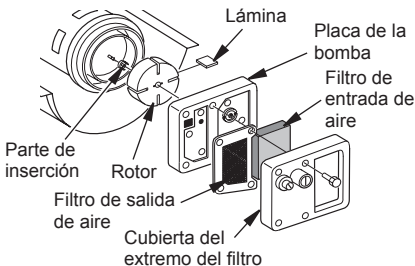

Figura 23 - Ubicación del rotor
3. Quite los tornillos de la cubierta del extremo del filtro utilizando un destornillador para tuercas de 5/16 de pulgada (consulte la figura 23).
7. Desmonte el rotor, la parte de inserción y las láminas (consulte la figura 23).